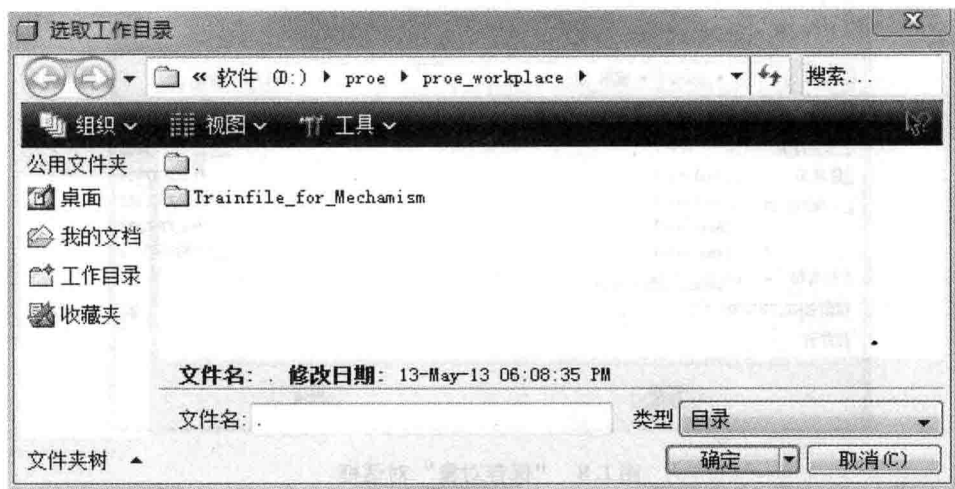

图 1.7 “选取工作目录”对话框
①单击“文件”→“选取工作目录”命令，弹出“选取工作目录”对话框，如图 1.7 所示。
②单击“”按钮，选择需要的目录，如：E:\work。
③单击“确定”按钮设置完毕。文件将默认存储在该目录下。